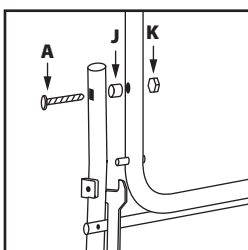

Abb. 5
- Befestigen Sie das Bauteil **4** an **3**, benutzen Sie die Befestigungsteile markiert als **A, J und K**. Nicht zu fest anziehen. Auf der anderen Seite wiederholen. **(Abb. 5).** Achten Sie auf die Stellung der Abstandsteile **J**, diese werden benötigt, um dem Rahmen ausreichenden Spielraum zu geben.